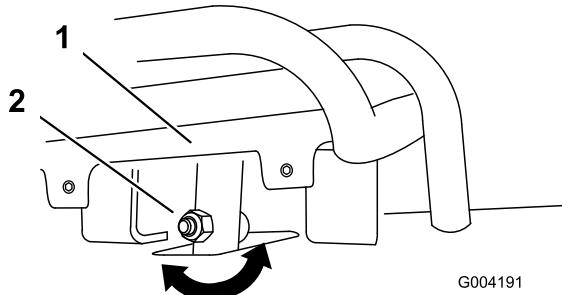
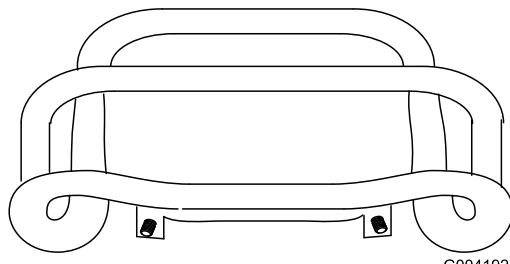

Figure 53
Figure 54
4. Si l'avant de la commande de déplacement n'est pas d'équerre et de niveau avec la barre de référence, desserrez l'écrou et le boulon à embase de la tige de la commande de déplacement (Figure 53).
5. Réglez la commande de déplacement de sorte qu'elle soit de niveau et en appui contre la barre de référence lorsqu'elle est tirée tout droit en arrière (Figure 53 et Figure 54).
- Desserrez l'écrou et le boulon à embase dans la tige de la commande de déplacement (Figure 53).
- I. Réglez la commande de déplacement de sorte qu'elle soit de niveau et en appui contre la barre de référence lorsqu'elle est tirée tout droit en arrière (Figure 53 et Figure 54).